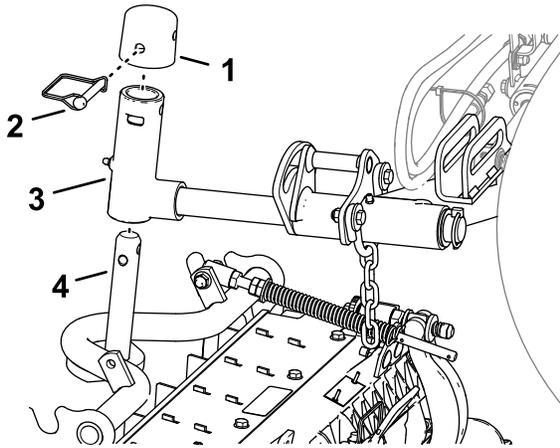

Figura 22
1. Deslice una unidad de corte debajo del brazo de elevación (Figura 22).